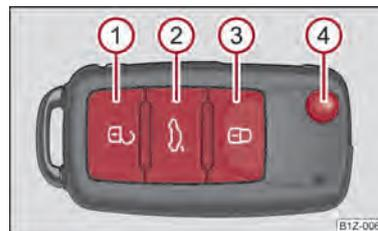

Fig. 18 Chave com controlo remoto
- Prima o botão (1) ⇒ Fig. 18 durante aproximadamente 1 segundo.